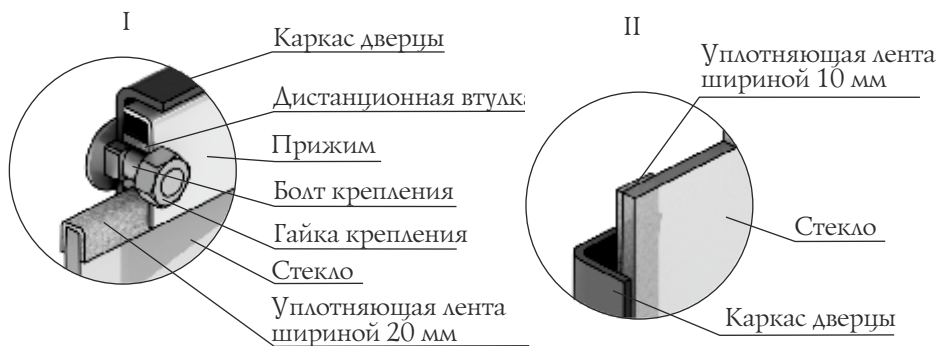

Рисунок 15. Крепление светопрозрачного экрана дверцы модели «Витра»
1. Открутите две гайки, фиксирующие прижим (рисунок 15.I), и демонтируйте его и дистанционные втулки.
3. Возьмите новое стекло, если на нем нет уплотняющих лент, наклейте их: лента шириной 20 мм наклеивается сверху и снизу стекла «П»-образно (рисунок 15.I), лента шириной 10 мм наклеивается вертикально, вдоль боковых сторон стекла (рисунок 15.II).
4. Вставить стекло в упор, при этом лента, наклеенная с боковых сторон (вертикальная), должна быть зажата между стеклом и каркасом дверцы (рисунок 15.II).